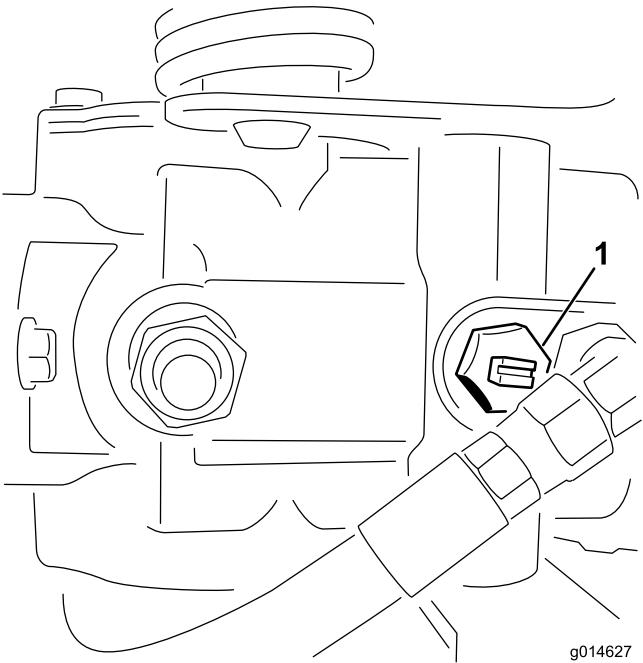

Bild 41
1. Ermitteln Sie das Sicherheitsventil an der Pumpe und drehen Sie es, sodass der Schlitz vertikal ist (Bild 41).
2. Schließen Sie vor dem Starten des Motors das Sicherheitsventil. Drehen Sie den Schlitz des Ventils in die horizontale Stellung (Bild 41).